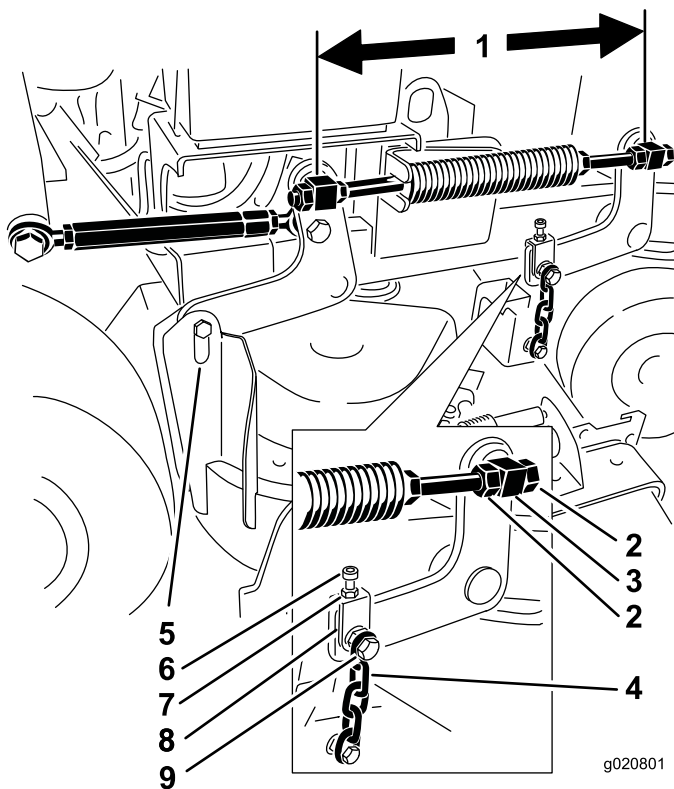

Figure 80
1. Contrôlez la distance entre les centres des pivots (entraxe) sur chaque tige filetée (Figure 80).
2. Desserrez les écrous de blocage du pivot **avant** (Figure 80).
4. Resserrez les écrous de blocage du pivot **avant** (Figure 80).
6. Si un réglage est nécessaire, desserrez le boulon de chaîne supérieur (Figure 80).
- Desserrez les écrous de blocage sur les pivots avant gauche et droit (Figure 80).
- Resserrez les écrous de blocage sur les pivots avant gauche et droit (Figure 80).
- Desserrez les écrous de blocage du pivot avant gauche (Figure 80).
- Resserrez les écrous de blocage du pivot avant gauche (Figure 80).
5. Desserrez les boulons de chaîne supérieurs (Figure 80).
6. Desserrez les écrous de blocage sur chaque chape (Figure 80).
8. Resserrez les écrous de blocage et les boulons de chaîne supérieurs (Figure 80).